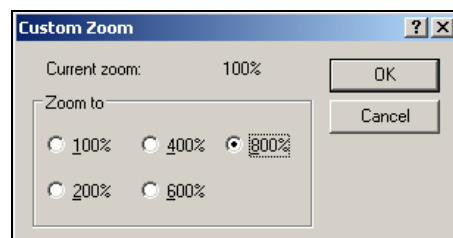

Abbildung 5-57: Custom Zoom (Benutzerdefiniert Vergrößerung)
- 2 Navigieren Sie zu *View (Ansicht) > Zoom (Vergrößerung) > Custom (Benutzerdefiniert)*. Das Dialogfeld *Custom Zoom (Benutzerdefinierte Vergrößerung)* (siehe Abbildung 5-57 auf Seite 5-67) erscheint.